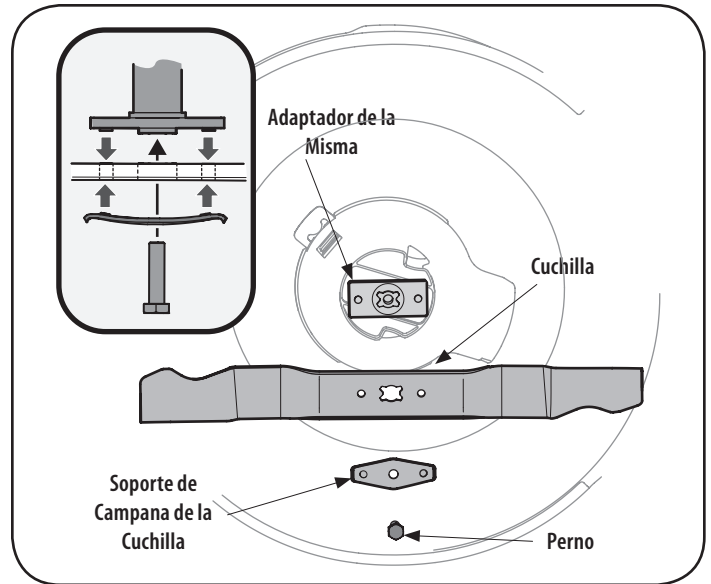

Figura 21
2. Saque el perno y el soporte de campana de la cuchilla que sostienen la cuchilla y el adaptador de la misma al cigüeñal del motor. Vea la Figura 21.
5. Lubrique el cigüeñal del motor y la superficie interna del adaptador de la cuchilla con aceite ligero. Deslice el adaptador de la cuchilla sobre el cigüeñal del motor. Instale la cuchilla en el adaptador con el lado marcado "Grass Side" (o con el número de parte) hacia el piso cuando la cortadora de césped está en posición de funcionamiento. Asegúrese que la cuchilla quede alineada y asentada en las bridas del adaptador. Vea la Figura 21 inserto.